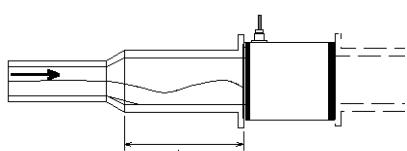

図5. 上流で拡管されている場合
- (a)上流側配管が細く、検出器に近くで拡管されている場合。図5.